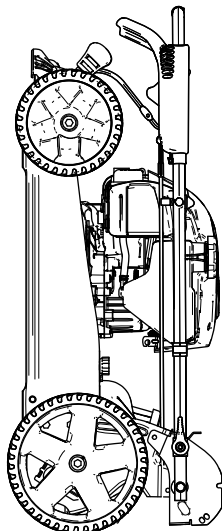

Figura 22
6. Sollevate la parte frontale della macchina utilizzando la stegola e spostatela in uno spazio per il rimessaggio (Figura 22).